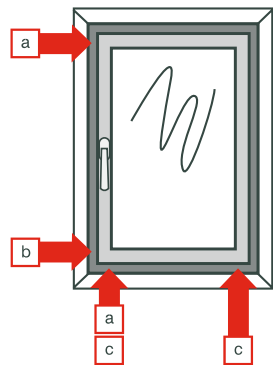

Abb. 5
- Der Flügel reibt an den in Abb. 5 gezeigten Stellen am Rahmen – das Vorgehen bei der Fehlerbeseitigung ist auf Seite 9, Punkte a) bis c) genannt.
- Indem Sie mit dem Inbusschlüssel (Größe 4) die Schraube der Rahmenschere (Abb. 5) verstellen, wird der Flügel diagonal nach links oder rechts verschoben.